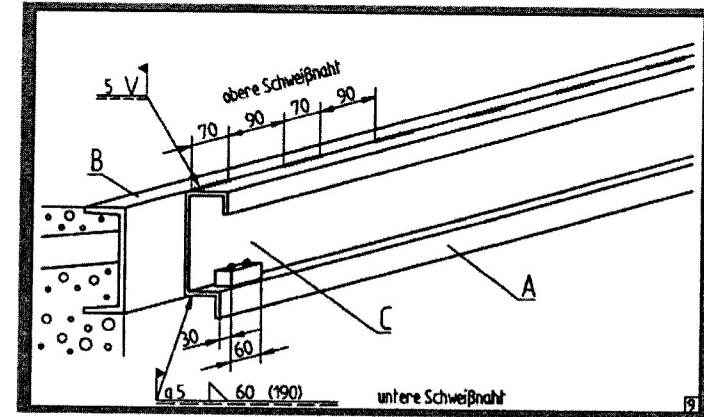

Bild 9
- Das Führungsprofil (A) muss waagrecht angeschweißt werden (es darf kein Gefälle haben).
- An beiden Enden des Führungsprofils (A) sind Endanschläge (C) anzubringen. Wir empfehlen, einen Vierkantstahl 30 x 30 mit einer Länge von ca. 60 mm mit 2 Schrauben zu befestigen. (Bild 9)